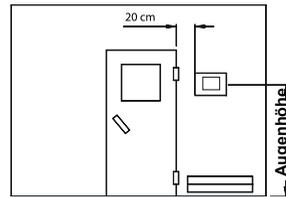
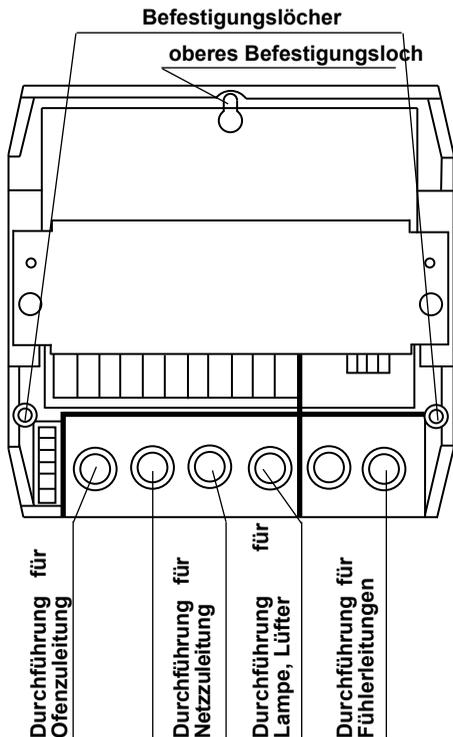

Abb. 3
Abb. 4
1. Nehmen Sie die Abdeckung des Steuergerätes ab. Dazu lösen Sie die Befestigungsschrauben unter der Bedienungs-skala. Vergrößern Sie die Löcher für die Durchführungen der Kabel (Abb. 4) mit Hilfe eines geeigneten scharfen Messers. Die Bohrungen  $\varnothing$  3 mm für die mitgelieferten Holzschrauben 4 x 20 mm werden entsprechend den in Abb. 3 + 3.1 angegebenen Maßen angebracht.
sehen Durchführungen und schrauben Sie das Gehäuseunterteil in den beiden unteren Bohrungen fest an die Kabinenwand. Abb. 4